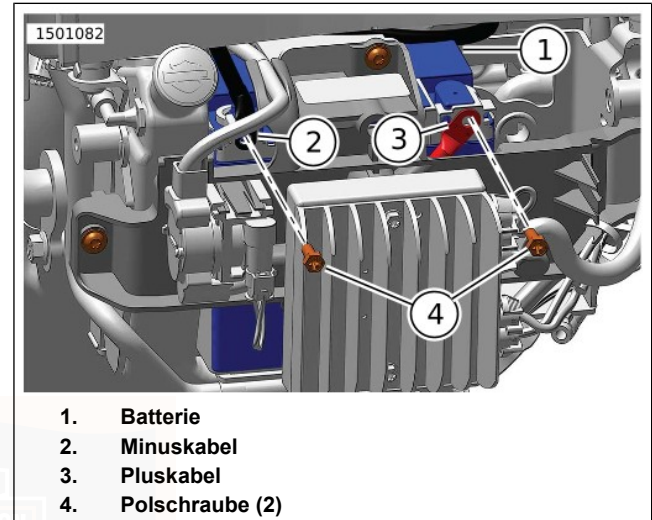
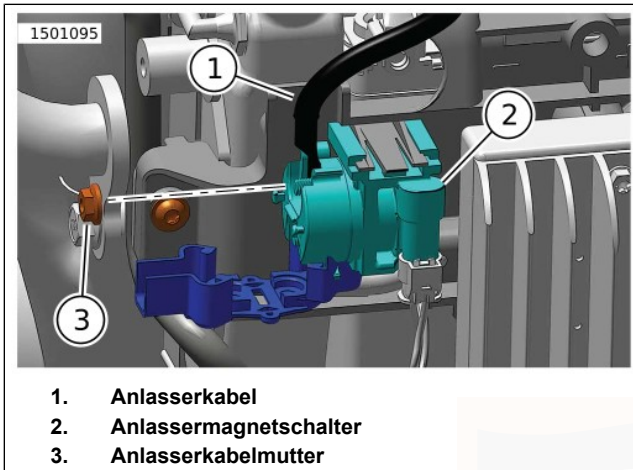

Abbildung 78. Batterie
Abbildung 79. Anlasserkabel
2. Abbildung 78 Das Batterieminskabel (2) von der Batterie (1) abklemmen.
3. Das Batteriepluskabel (3) von der Batterie abklemmen.
4. Abbildung 79 Das Anlasserkabel (1) vom Anlassermagnetschalter (2) abklemmen.
4. Abbildung 78 Das Batteriepluskabel (3) an die Batterie anschließen. Festziehen.
6. Abbildung 79 Das Anlasserkabel (1) an den Anlassermagnetschalter (2) anschließen. Festziehen.